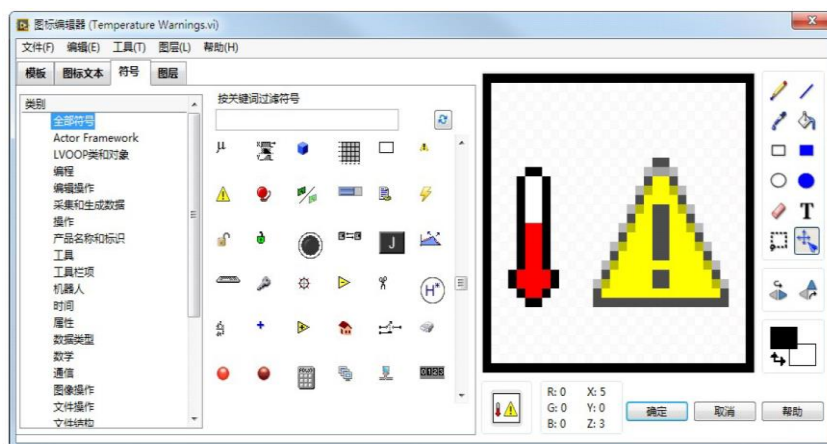

图 1-31 警告图标范例
- 使用**图标编辑器**对话框中的工具创建图标。图标可以是简单图标或复杂图标，关键是能够表示 VI 的功能。图 1-31 是 VI 的简单图标范例。